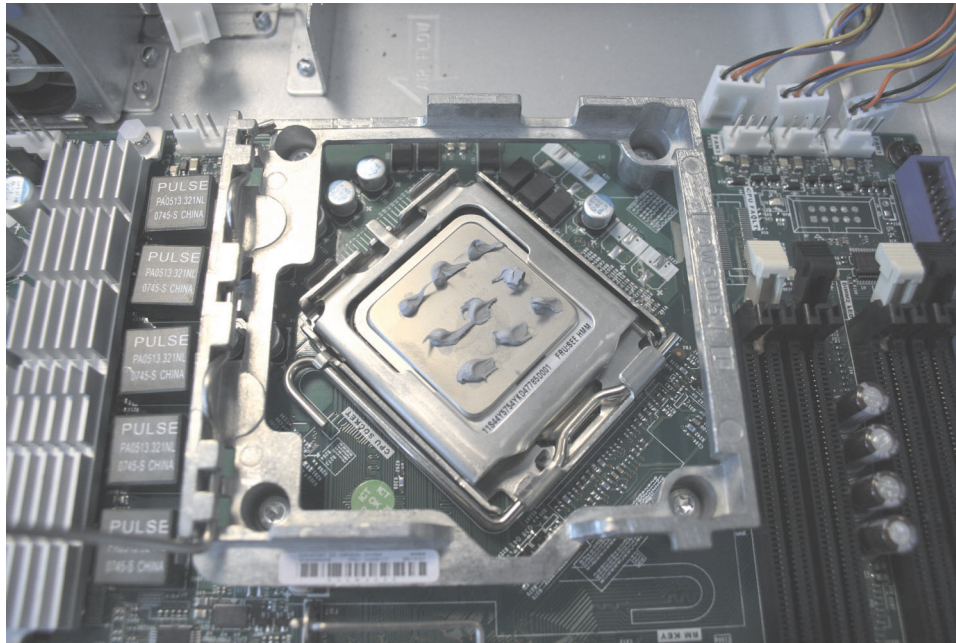

図 265. SAN ボリューム・コントローラー 2145-8A4 マイクロプロセッサ上の 9 個の熱伝導グリース・ドットの全セット
- d. 311 ページの図 265 に示すように、マイクロプロセッサの上部に熱伝導グリースを塗布します。熱伝導グリースの 9 個のドットを 3 個のドットずつ 3 行に塗布し、外側の行はマイクロプロセッサの端から約 5 mm の位置になるようにします。熱伝導グリース注入器のキャップの直径が 5 mm なので、これを利用して熱伝導グリースのドットの必要位置を判断できます。